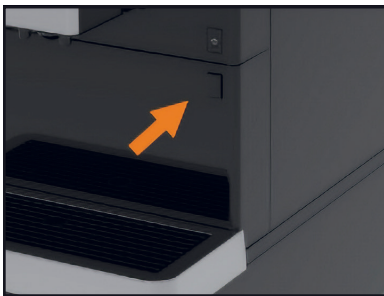

Figure 1
2. Appuyez sur le bouton de verrouillage de la porte d'infusion pour ouvrir la porte d'infusion (comme indiqué sur la Figure 1).